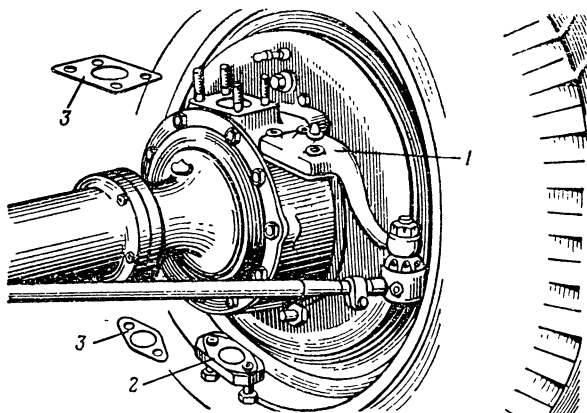

Рис. 68. Регулировка подшипников шкворней автомобилей ГАЗ-69 и ГАЗ-69А:
- 12 Расплинтовать и отвернуть болты крепления накладки 2 (рис. 68) шкворня поворотного кулака и снять накладку